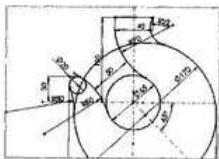
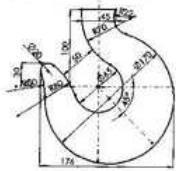

图 2-24 绘制圆弧
图 2-25 剪裁线段
(7) 使用步骤(5)的方法，单击草图工具栏中的 3点圆弧 工具绘制出如图2-24所示的两个圆弧形体（一个半径为80mm；一个半径为22mm），使用 智能尺寸 工具对两个圆进行尺寸定义，并“添加几何关系”选项栏中选择“相切”几何关系，以确保形体的完全定义。
(8) 单击草图工具栏中的 剪裁实体 工具，分别使用“剪裁到最近端”和“强劲剪裁”类型对如图2-24所示的形体进行相应的裁剪，最终得到如图2-25所示的形体。